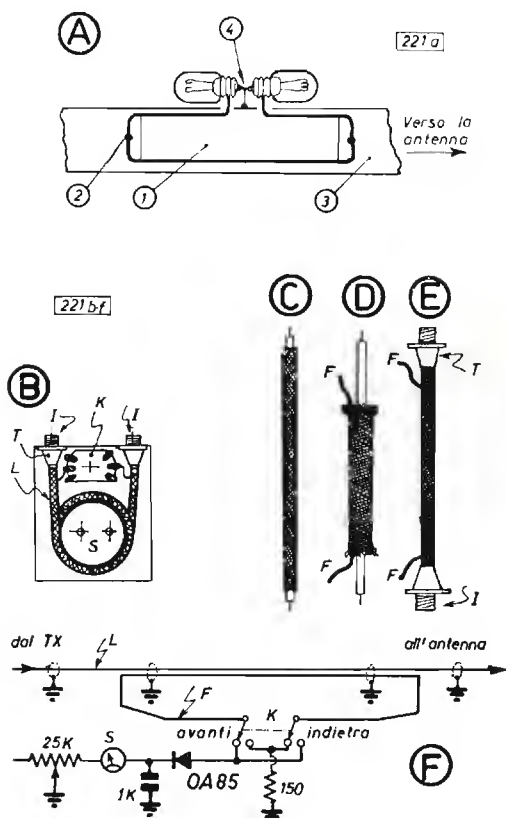

Fig. 221
Per le linee bifilari in piattina da 300 ohm, un metodo davvero semplice è quello di fig. 221 A. Il rivelatore è costituito da due lampadine collegate ad una spira chiusa, costituita da circa 40 cm (1) di piattina cortocircuitata alle estremità (2). Il rivelatore viene appoggiato aderente alla linea (3).
Il rivelatore schematizzato in fig. 221 F si basa sul medesimo principio di quello illustrato dianzi: un filo sottile è stato posto vicino al conduttore interno della linea concentrica (L); l'energia che scorre nella linea, induce una tensione RF nel filo-sonda (F).
In fig. 221 B si vede la disposizione costruttiva. Il cavo concentrico L, lungo 40 cm, è avvolto intorno allo strumento S, per ridurre l'ingombro; con tale disposizione, il pannellino può avere le dimensioni frontali di 11 cm per 14 cm. Il commutatore K è posto sopra allo strumento, la spazzola del contatto centrale, si collega direttamente al filo-sonda F, appena questo esce dalla calza del cavo. I due innesti a ghiera, per cavo concentrico «*I*» sono nella parte superiore, ripiegata, del pannellino. Per evitare interazione fra entrata (dal XMTR) e uscita (verso l'ANT) le due estremità del cavo sono schermate da due imbutini di rame, saldati alla calza e fissati con i dadi e bulloncini usati per attaccare la base delle ghiera al pannellino.
Dopo aver tolto il mantello di polivinile allo spezzone di cavo, questo si presenta come in fig. 221 C; allora si comprime la calza per fare spazio intorno al dielettrico che isola il conduttore interno.
Si praticano, quindi due fori fra le maglie della calza e si infilano 50 cm di filo di rame smaltato «F» di fig. 221 D, il filo, ha il diametro di 0,30 smalt. Poi si tira di nuovo la calza in modo da far aderire molto bene la sonda al dielettrico, e con l'ohmetro ci si accerta che F sia isolato